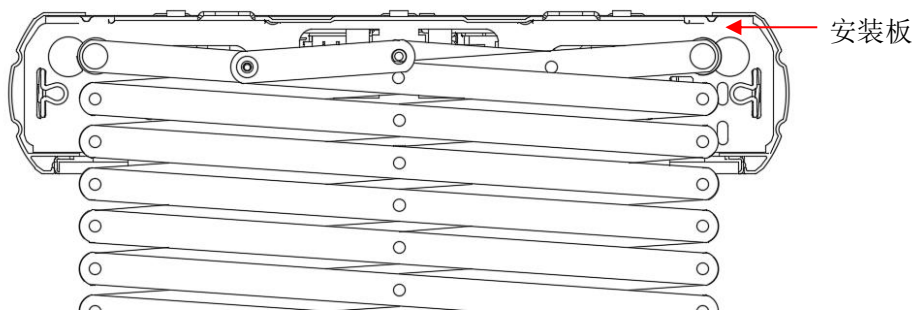
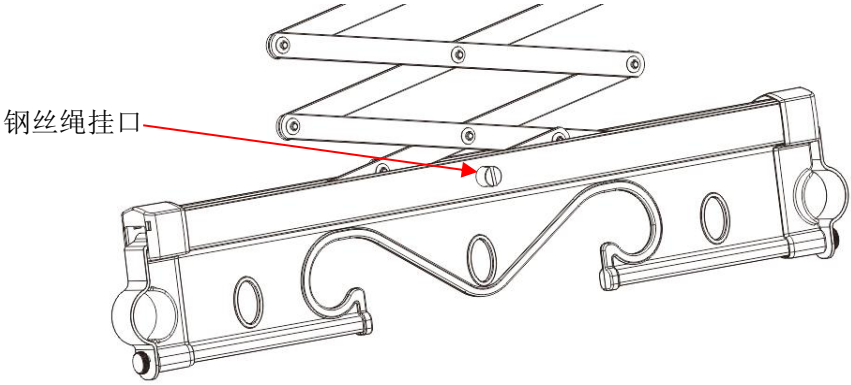
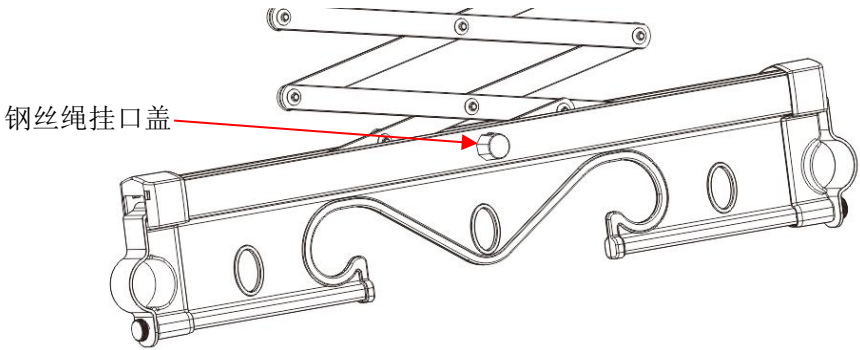

图 8
图 9
图 10
- 7、安装剪刀架：先将剪刀架一端滚轮滑进安装板滑槽内，移动剪刀架，滑向另一端，确保剪刀两端滑轮都在安装板滑槽内，用剪刀架螺钉锁住短剪刀片（如图 8 所示），将钢丝绳卡头套进钢丝绳挂口内（如图 9 所示），套上钢丝绳挂口盖（如图 10 所示），去掉剪刀组扎带。以同样的步骤安装好另一侧剪刀架。